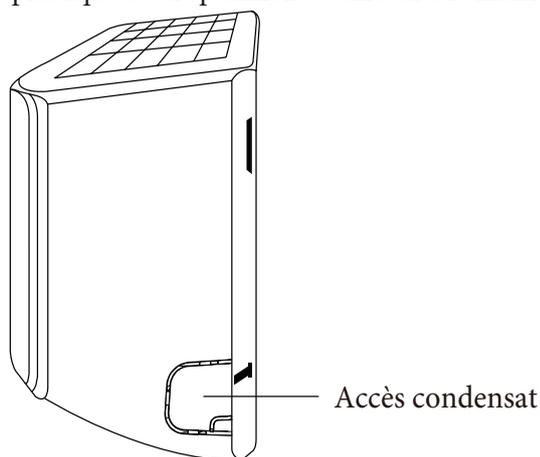

Fig. 3.3
- Si le trou du mur se trouve à côté de l'unité intérieure, enlever le panneau d'estampage en plastique de ce côté de l'unité. (Voir Fig. 3.3). Cela va créer une fente à travers votre tuyauterie qui vous permettra de retirer l'unité. Utilisez une pince à bec si le panneau en plastique est trop difficile à enlever à la main.